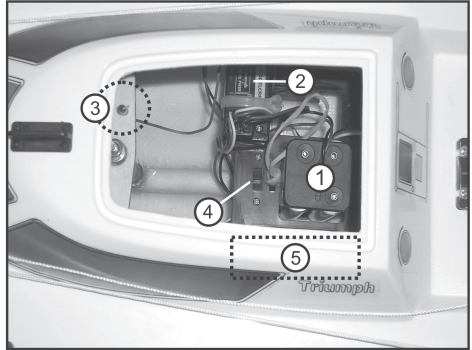

Bild 4
In Bild 4 sehen Sie den Empfängerakku (1), den Empfänger (2), die Empfangsantenne, den Ein-/Ausschalter und symbolisch (weil durch den Rumpf verdeckt) das Lenkservo.
Im Lieferumfang ist bereits eine Batteriebox enthalten. Hier können Sie vier Akkus oder Batterien der Größe AA/Mignon einlegen. Danach wird die Batteriebox an die im Bild 4 gezeigte Stelle in ein vorgefertigtes Loch der Kunststoffplatte eingelegt.
In Bild 4 Pos. 2 sehen Sie einen möglichen Einbauort des Fernsteuerempfängers. Der Empfänger kann mit doppelseitigem Klebeband (Servotape) oder einem Kabelbinder befestigt werden.
In Bild 4 Pos. 4 sehen Sie den Einbauort des Ein-/Ausschalters. Mit diesem Schalter wird die Empfangsanlage ein- bzw. ausgeschaltet.
Der in Bild 4 direkt neben dem Ein-/Ausschalter gezeigte Gummi dient dem Festhalten der Kabinenabdeckung am Oberdeck und ist für Fotozwecke von der Kabinenabdeckung entfernt worden.